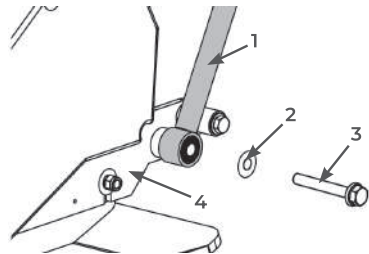

РИС. 2
- Установите нижнюю часть рабочей рукоятки 1 на раму двигателя 4 (Рис. 2).